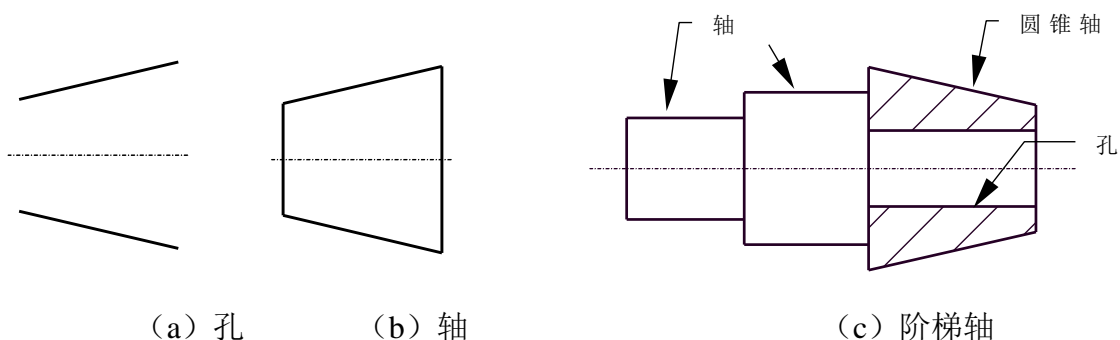

图 2-79 轴和孔
- 1) 单击立即菜单【1: 】, 则可进行【轴】和【孔】的切换，不论是画轴还是画孔，剩下的操作方法完全相同。轴与孔的区别只是在于在画孔时省略两端的端面线，如图 2-79。
3-79 (a), (b) 分别为用上述操作所画的轴和孔。但在实际绘图过程中孔应绘制在实体中，图 2-79 (c) 为阶梯轴和孔的综合例子。